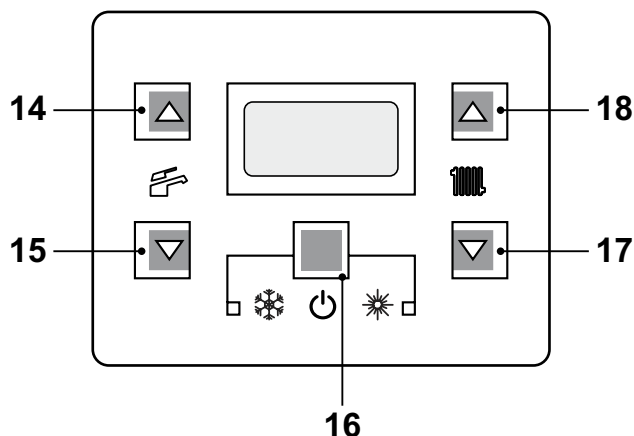
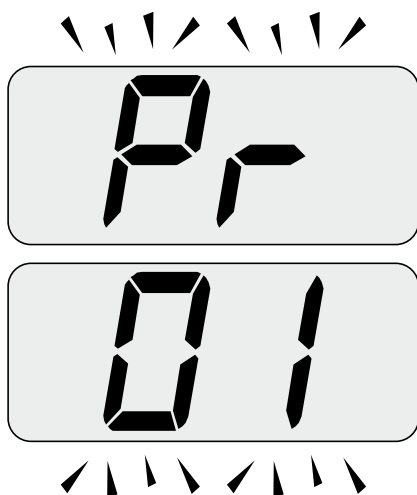
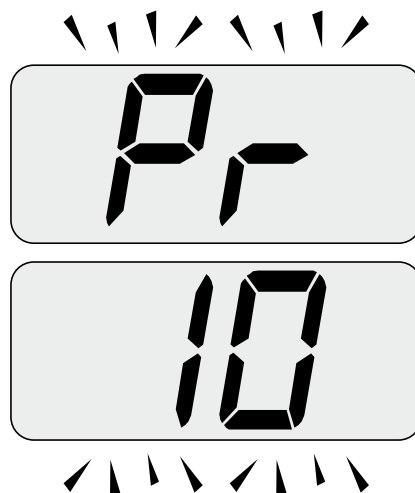

Figura 5.46
Figura 5.47
Figura 5.48
- Entrare in "modalità programmazione" premendo contemporaneamente per 10 secondi i tasti 16 - 17 - 18 (Figura 5.46) fino a far apparire sul display LCD le lettere **Pr** che si alternano con il codice **01**, indicando l'entrata nel "parametro 01"(Figura 5.47).
- Scorrere i vari parametri utilizzando i tasti 17 o 18 fino a far apparire sul display LCD le lettere **Pr** che si alternano con il codice **10**, indicando l'entrata nel "parametro 13"(Figura 5.48).
- Premere contemporaneamente i tasti 16 e 18 (Figura 5.46) fino a far apparire sul display LCD il valore del parametro 10 (30=180 secondi) (Figura 5.49).
- Premendo il tasto 16 (Figura 5.46) si ottiene la conferma del valore inserito.
- Premendo contemporaneamente i tasti 16 e 17 (Figura 5.46) si esce senza modificare il valore (ritorno alla lista parametri Figura 5.48)
- Premendo contemporaneamente per 10 secondi i tasti 16 - 17 - 18 (Figura 5.46) si esce dalla "modalità programmazione".